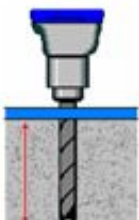

Fig. 3
1. Avec une perceuse électrique, percez dans le sol les trous d'ancrage pour les boulons à expansion. Attention à bien percer verticalement (**fig. 3**).